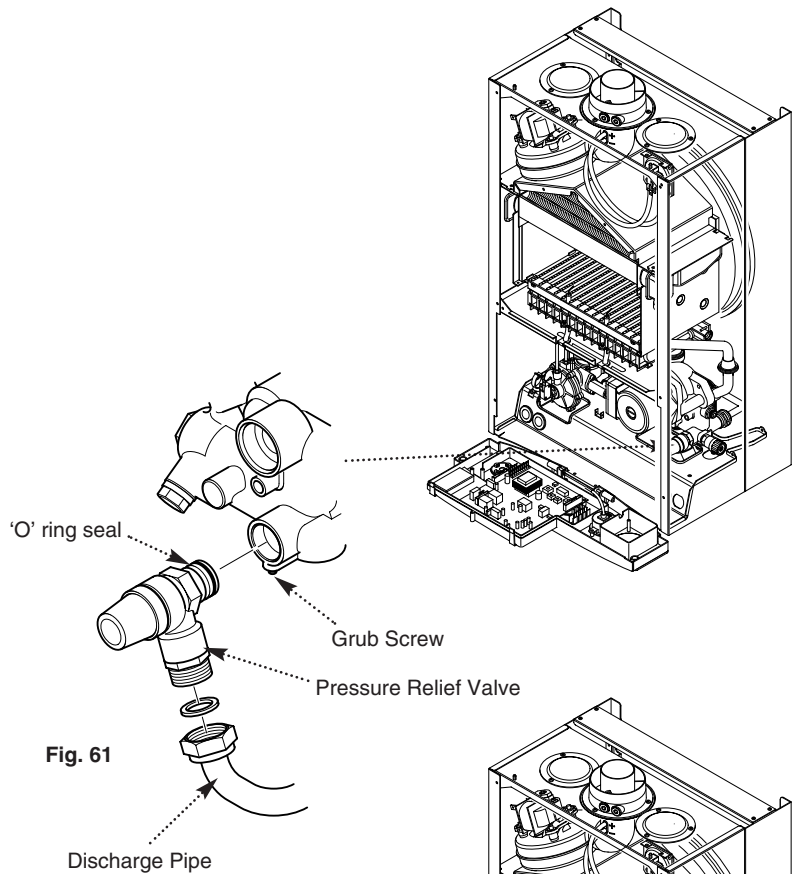

Fig. 61
12.18 Pressure Relief Valve (Fig. 61)